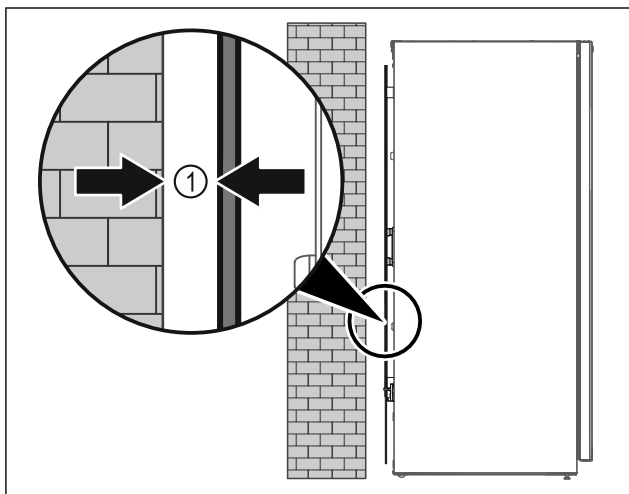

Fig. 8
- ▶ Поставете уреда свободностоящ в помещението или директно на стената на минимално разстояние от 5 mm Fig. 8 (1).